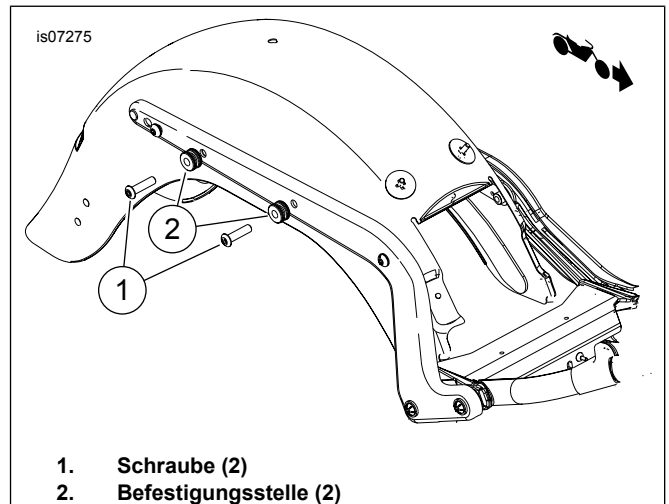

Abbildung 3. Einbau der Befestigungsstelle (ohne andere abnehmbare Zubehörteile)
*Ohne andere abnehmbare Zubehörteile:* Siehe Abbildung 3. Die Schrauben (1) durch die Mini-Befestigungsstellen (2) einsetzen. Die Schrauben in die Schutzblechstützen-Befestigungshalterung einbauen (innerhalb des Schutzblechs). Die Schrauben auf ein Drehmoment von 28–36 N·m (21–27 ft-lbs) anziehen.